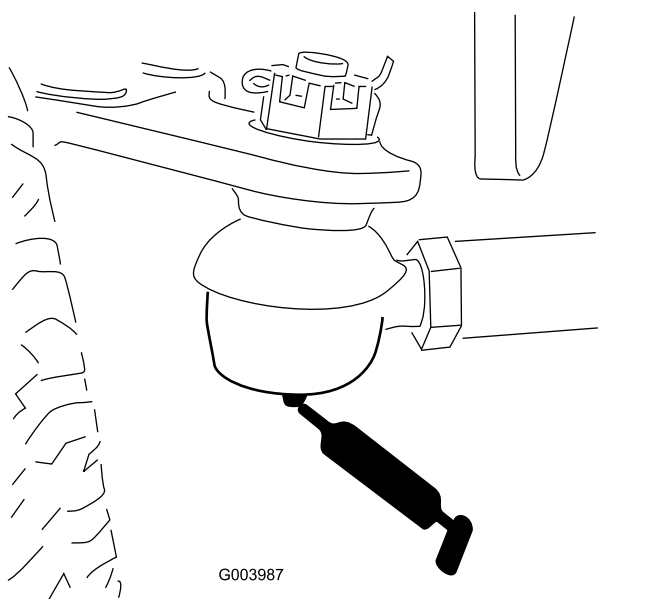

Figure 79
- Bielle d'essieu arrière (2) (Figure 79).